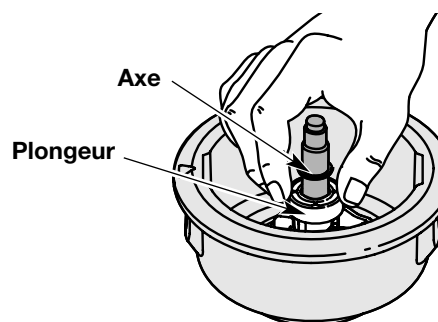

Fig. 51
- Nettoyez l'axe et la surface intérieure de la bobine extérieure. Pour nettoyer l'axe dissimulé sous le plongeur, appuyez sur celui-ci (Fig. 51). Enlevez toute trace de saleté et de débris de l'axe.